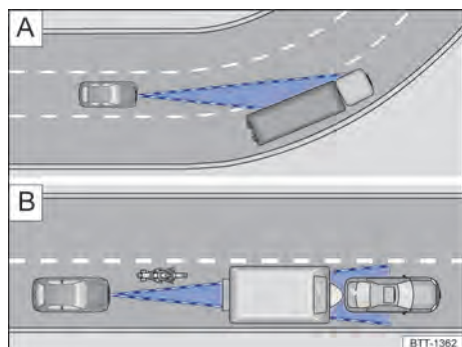

Fig. 108 (A) Conducción en curva. (B) Vehículos fuera del área de alcance del sensor de radar
El sensor de radar frontal siempre realiza las mediciones en dirección recta. Por lo tanto, los vehículos en curvas cerradas pueden detectarse accidentalmente o los vehículos que se encuentran adelante pueden no detectarse → fig. 108 A.
- Vehículos que conducen fuera del área de sensor, a poca distancia del propio vehículo, por ejemplo, motocicletas → fig. 108 B.